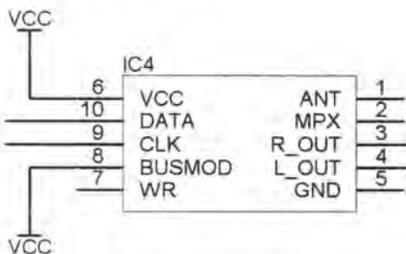

图 3-92 连续放置
- [2] 移动光标到需要放置的位置处，单击鼠标左键即可完成放置，并进行连续放置，如图 3-92 所示。单击鼠标右键或按 **Esc** 键退出放置状态。